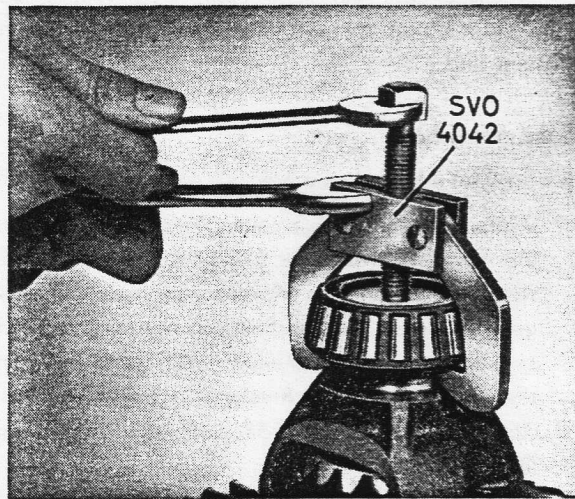

Bild 5-13. Ausgleichgehäuselager abziehen
3. Ausgleichgehäuselager (33), falls erforderlich, abziehen. Abziehvorrichtung SVO 4042 verwenden, siehe Bild 5-13.